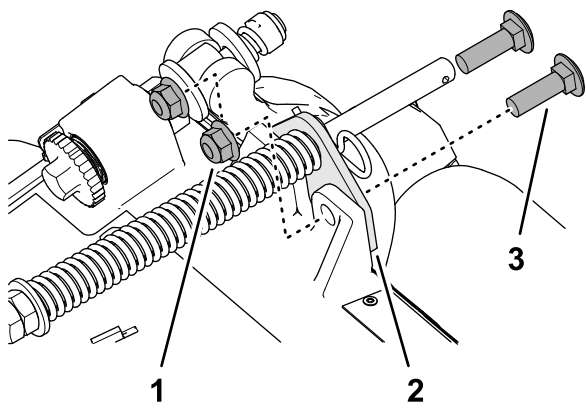

图 14
2. 拆下将草坪补偿支架固定到滚刀组架的 2 个凸缘锁紧螺母 $\frac{3}{8}$ 英寸和 2 个托架螺栓 $\frac{3}{8}$  x  $1\frac{1}{4}$ 英寸图 14。